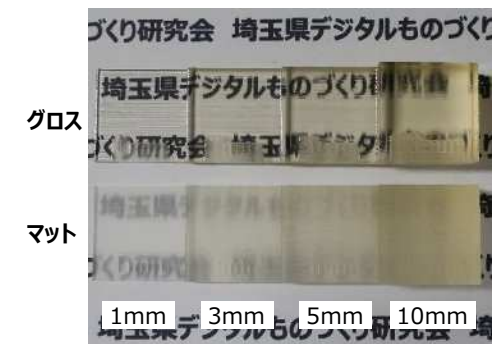
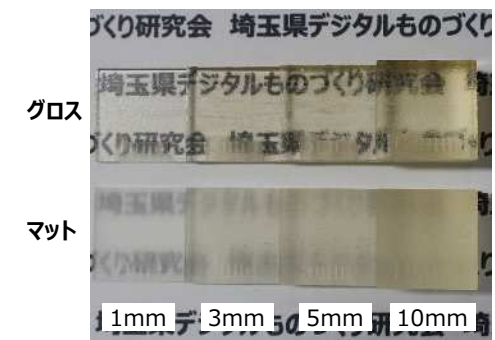

図4 造形結果(姿勢②)
図5 造形結果(姿勢③)
- ・造形側面は、積層断面の影響で透過性が悪く、姿勢②③ではグロス仕上げでは厚さ5mmまで、マット仕上げでは厚さ1mmまでしか下の文字がはっきりと読めなかった。(図4、図5)